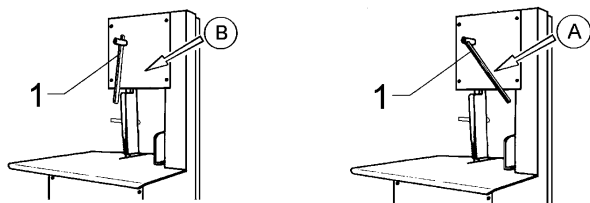

Fig. 7.6.1
7.6.1 - Regulación de la tensión de la hoja (Fig. 7.6.1)
Colocando la palanca en la posición "A" (Fig. 7.6.1) la hoja está tensionada.
- Tensar la hoja girando la palanca hasta llevarla a la posición “A” (Fig. 7.6.1).